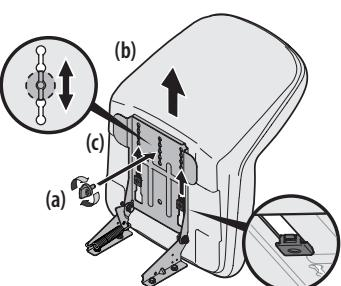

Figura 4
- Deslice el asiento (b) hacia atrás en el soporte de pivotaje del asiento (c), alineando una de las ranuras del soporte de pivotaje del asiento (c) con el orificio que está en la parte posterior central de la base del asiento (b). Consulte la Figura 4.